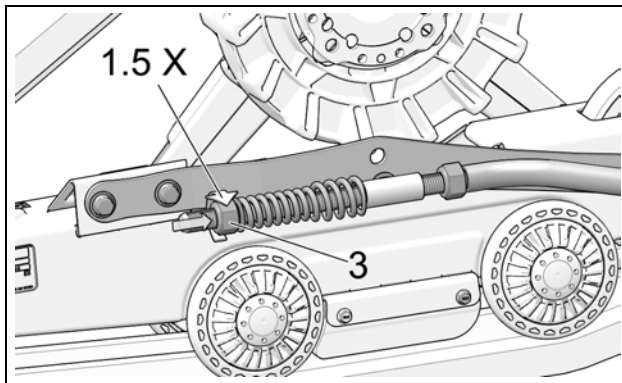

Figure 12
- Tourner l'écrou (3) jusqu'à ce qu'il entre en contact avec le ressort. Comprimer ensuite le ressort en tournant l'écrou de 1,5 tour. Voir la Figure 12.